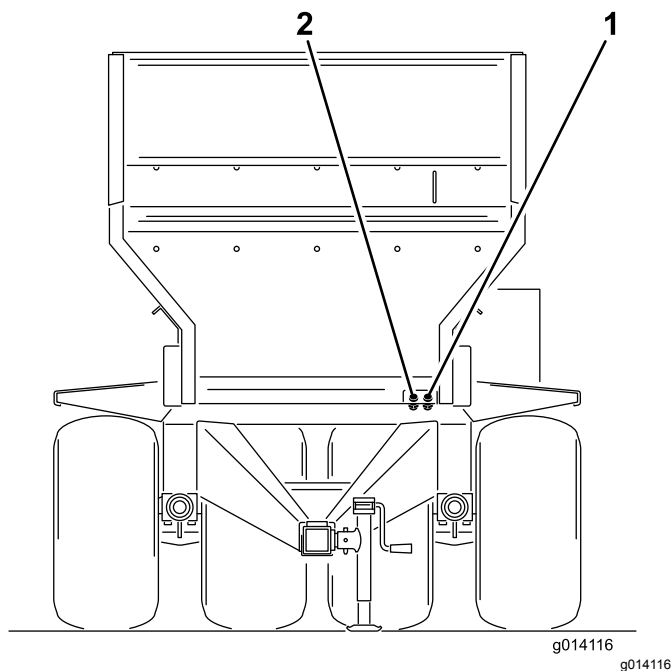

Рисунок 20
6. Подсоедините два гидравлических шланга от разбрасывателя МН-400 к буксирной машине. Подсоедините правый (при взгляде на машину спереди) шланг к стороне нагнетания, а левый шланг – к стороне возврата (**Рисунок 20**). Возвратный шланг оснащен встроенным обратным клапаном. Стрелка на обратном клапане должна быть направлена в сторону подключения возврата на буксирной машине.